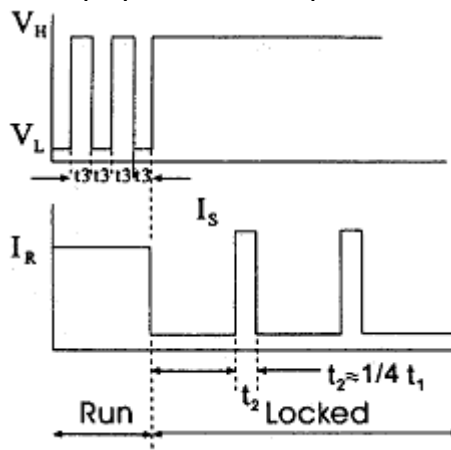

Рис.3 Выходной сигнал и график тока потребления вентиляторов типа F.
3. На дополнительном выводе вентиляторов типа F присутствуют импульсы, частота которых равна частоте вращения вентилятора, помноженной на количество полюсов двигателя. Поскольку вентиляторы этого типа всегда оснащаются схемой перезапуска, то на Рис.3 показан также график тока потребления вентилятора I_R .